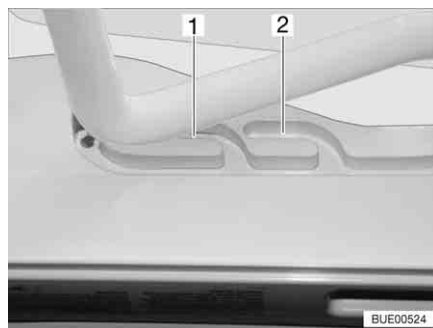
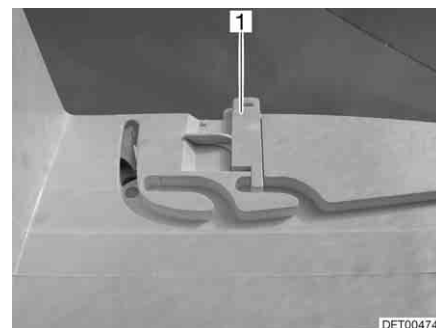

Fig. 80 Claraboya Heki en posición de ventilación
Fig. 81 Bloqueo de la posición de ventilación
La claraboya Heki se puede colocar en dos posiciones de ventilación: Posición de mal tiempo (Fig. 80,1) y posición mediana (Fig. 80,2). Según el modelo, la claraboya podrá ser bloqueada en la posición central con los dos pestillos (Fig. 81,1) a la izquierda y la derecha en el marco de la claraboya.
- Presionar el estribo ligeramente hacia arriba y empujarlo en la guía seleccionada (Fig. 80,1 ó 2) y, si fuera necesario, bloquearlo.